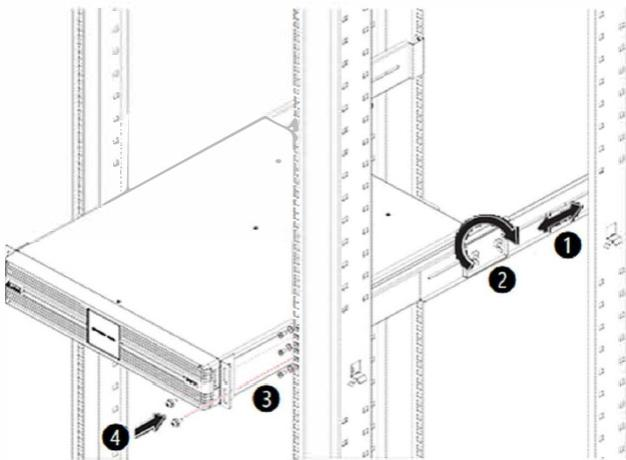

Рисунок 5-2. Установка литий-ионного батарейного блока Delta в стойку
2. Выполните шаги ① – ④ для установки литий-ионного батарейного блока Delta с комплектом направляющих от Delta (по дополнительному заказу). См. **Рисунок 5-2.**